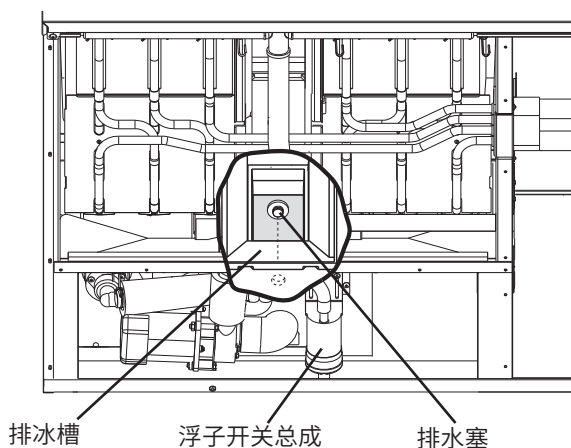

图20
- 7) 取下隔热板。卸下排水槽前部下方的排水塞，如图20所示。排出水箱中的水。
- 5) 卸下排水槽前部下方的排水塞,如图20所示。排出水箱中的水。